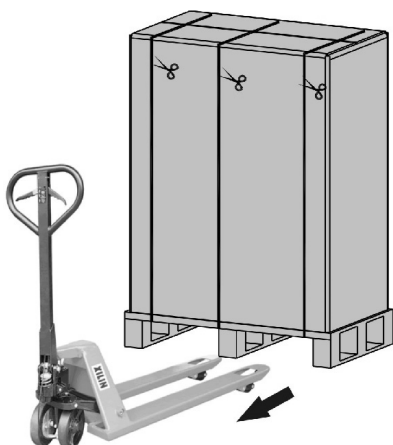
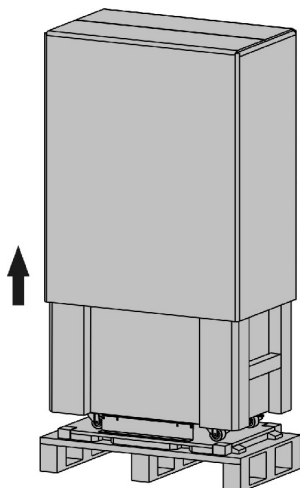
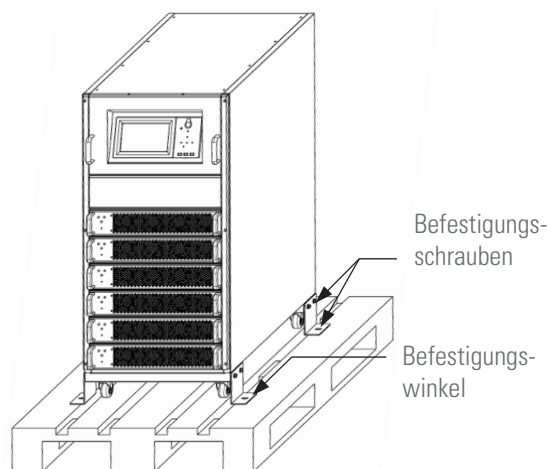

Abb. 24. Beispiel verpackte ADAPT X, Umsetzung mit Hubwagen.
Abb. 25. Beispiel abgenommene Kartonverpackung.
Abb. 26. Beispiel eines ausgepackten Geräts auf einer Palette.
- Die Geräteverpackung besteht aus einer Holzpalette, Karton- oder Holzverpackung, je nach Fall, Kantenschutz aus expandiertem Polystyrol (EPS) oder Polyethylen-Schaum (PE), Schutzüberzug und Polyethylen-Band, alles recycelbare Materialien; deshalb sind bei der Entsorgung die geltenden gesetzlichen Bestimmungen einzuhalten. Wir empfehlen, die Verpackung aufzubewahren, für den Fall, dass Sie sie in der Zukunft verwenden müssen.
- In Abb. 24 bis Abb. 26 sind als Beispiele die Abbildungen der entsprechenden Baugruppenträger mit 6 Steckplätzen dargestellt.
- Zum Auspacken des Geräts die Verpackungsbänder des Kartons durchschneiden, das Gerät nach oben herausheben so als wäre es eine Abdeckung (siehe Abb. 24 und Abb. 25) oder die Verpackung mit dem notwendigen Werkzeug demontieren, wenn sie aus Holz besteht; Den Kantenschutz und den Schutzüberzug aus Kunststoff entfernen, die USV steht dann ausgepackt auf der Palette.